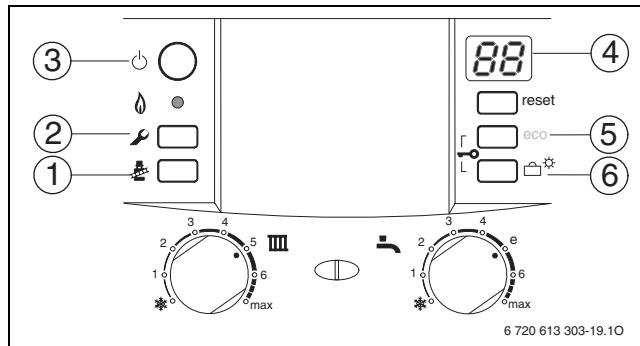

Рис. 42 Обзор элементов управления
- ▶ Нажимать кнопку (5) или кнопку (6) (\rightarrow рисунок 42) до тех пор, пока не будет отображена необходимая сервисная функция.
- ▶ Одновременно нажимать кнопки (5) и (6) (\rightarrow рисунок 42) в течение 3 секунд (на дисплее будет отображено) до тех пор, пока на дисплее снова не отобразится комбинация цифра.буква, напр. 8.A .
- ▶ Нажимать кнопку (5) или кнопку (6) (\rightarrow рисунок 42) до тех пор, пока не будет отображён необходимый параметр сервисной функции.
- ▶ Одновременно нажимать кнопки (5) и (6) (→ рисунок 42, страница 33) в течение 3 секунд (на дисплее будет отображено) до тех пор, пока на дисплее не отобразится функция первого уровня, напр., 1.A .
- ▶ Отвинтить пробку на измерительном патрубке для измерения давления перед форсункой (3) (→ стр. 39) и подсоединить U-образный манометр.
- ▶ Нажимать кнопку (5) или кнопку (6) (→рисунок 42, страница 33) до тех пор, пока не будет отображено необходимое давление перед форсункой.